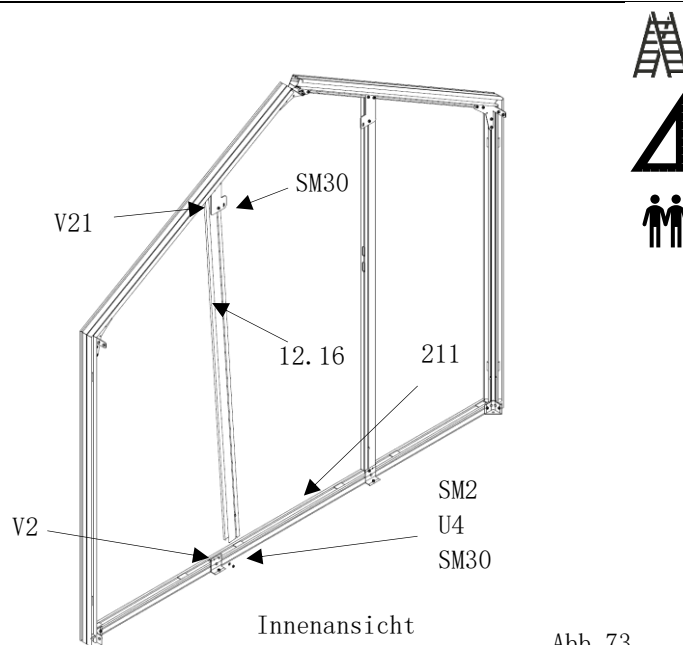

Abb. 73
- die Türrahmensprosse (**Pos. 12.18**) nach vorne über das Bodenprofil (**Pos. 2.11**) drücken und nach unten ziehen bis diese dann aus der Sprossenverbindung (**Pos. V21**) fällt. (Abb. 73)
- die Arbeitsschritte (Abb. 73 bis 77) beim Einbau der rechten Seite in gleicher Weise wiederholen.